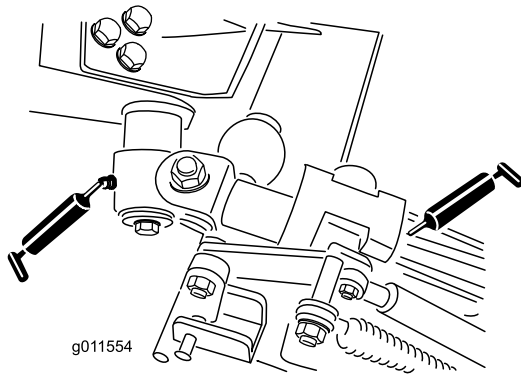

Figura 86
- 2 boccole orientabili della leva a squadra (Figura 86)
- 4 boccole del braccio posteriore (Figura 86).